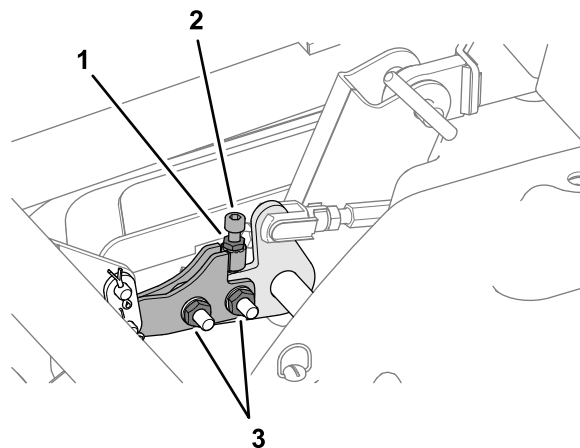

Figura 123
- A. Slăbiți cele 2 piulie care fixează articulația de asigurare a planeității (Figura 123).
- B. Slăbiți contrapiulița care fixează urubul cu cap imbus (Figura 123).
10. Strângeți cele 2 piulie pentru articulația de asigurare a planeității și contrapiulița pentru urubul cu cap imbus (Figura 123).
7. Strângeți contrapiulița pentru elementele de reglare a înclinării punii (Figura 123).